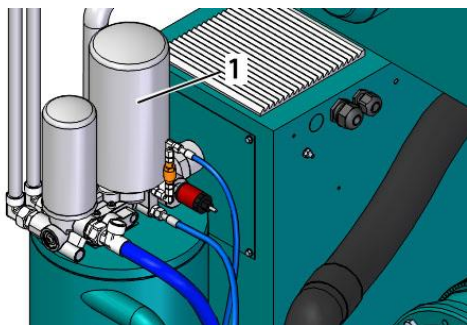

图 40：油细分离器
8. 安装新的油细分离器(图 40/1)
9. 用手将新的油细分离器(图 40/1)定位后再扭转半圈。